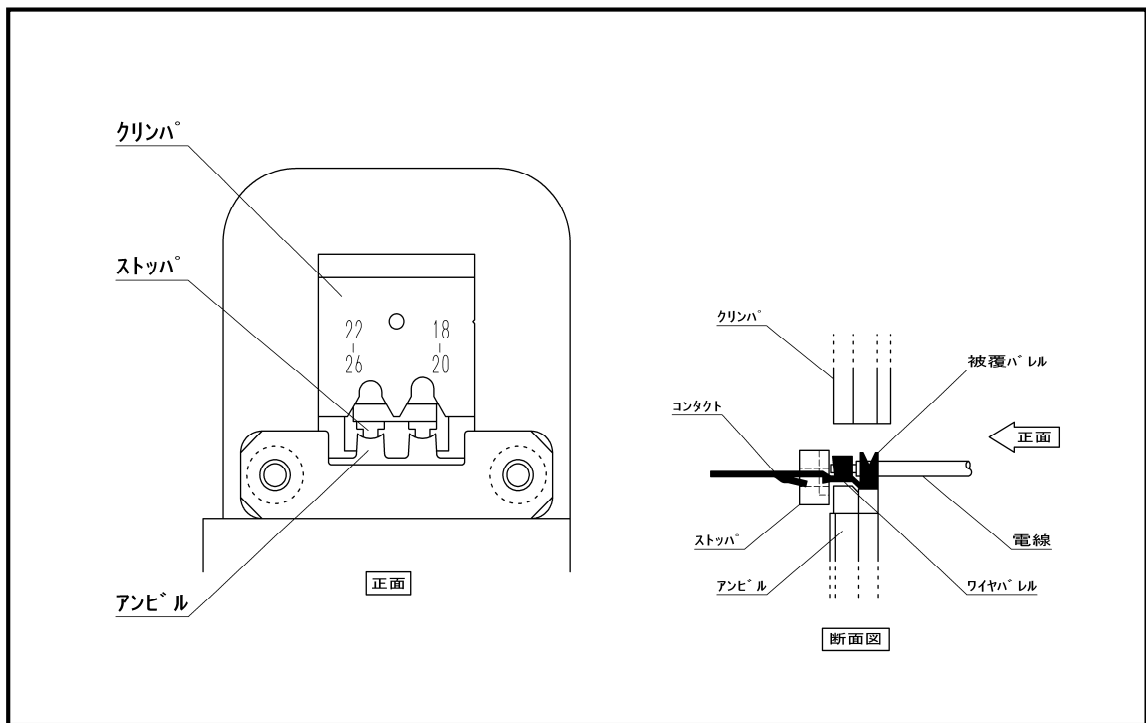

図 3
- ① 本工具には最適な圧着が得られるよう、ハンドルにラチェット機構がついています。工具のハンドルを開くには、ラチェットが開放するまでハンドルを締め付けて下さい。工具はラチェットが一度かかると、アンビル、クリンパが完全に閉じない限り再び開きませんので御注意下さい。
- ② ラチェットを開放させ、ハンドルを開いた状態にします。
- ③ 図3のようにコンタクトをアンビルに設置します。その際にストッパに当たる位置までコンタクトを挿入し、端子のワイヤバレル、被覆バレルがクリンパに対し図3の位置にあるか確認します。
- ④ ハンドルを軽く閉じてアンビルを押し上げて端子を支えます。
- ⑤ 端子がアンビルとクリンパにより完全に支えられたら、被覆むきをした電線を図3のように工具の正面からワイヤバレル内に入れ、被覆が芯線用クリンパもしくはワイヤバレル後端に突き当たるまで挿入します。この時、芯線が揃っていませんと、挿入しにくいばかりでなく、挿入過程で被覆バレルやクリンパに引掛り、電線こぼれの原因ともなりますので、芯線はなるべく揃えてから挿入して下さい。
- ⑥ 電線をその位置に押さえたまま、ラチェットが開放するまでハンドルを一杯に閉じます。
- ⑦ 圧着が済んだら端子を取り出します。